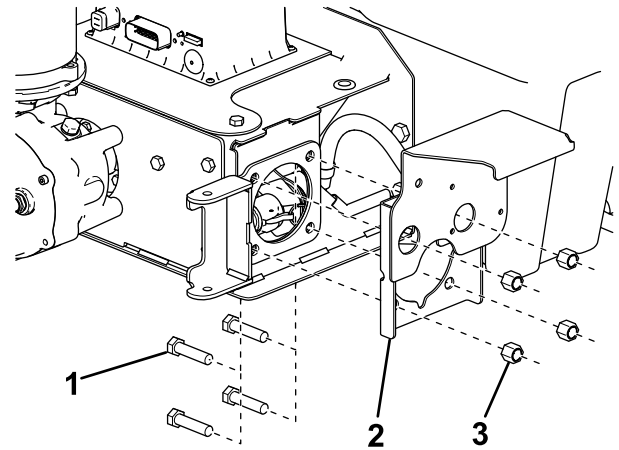

Figura 25
- Sujete el soporte de la bomba al sinfín o a la cadena de rodillos usando 4 pernos (1/2") y tuercas (Figura 25).